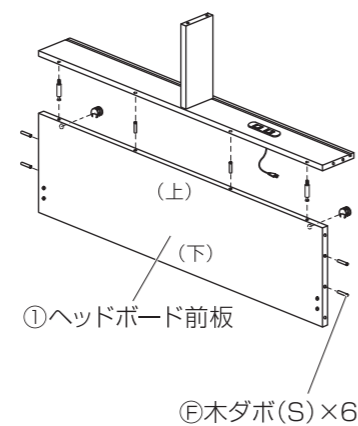

図1のように、①ヘッドボード前板と②ヘッドボードAに⑨連結金具(4か所)をはめ込み、⑩連結ボルト(4か所)をねじ込んだ⑥ヘッドボードEと連結金具で固定してください。
図1のように、ヘッドボードとフットボード側から約2cmほど離れた位置に⑭すのこ(2つ)を設置し、ドライバーと⑥木ねじ(4か所)を使用してしっかりと固定してください。その後、図2のように、⑭すのこを真っ直ぐ中央側に引っ張り、⑭すのこ同士の間隔を揃えてから、中央側をドライバーと⑥木ねじ(4か所)を使用してしっかりと固定してください。